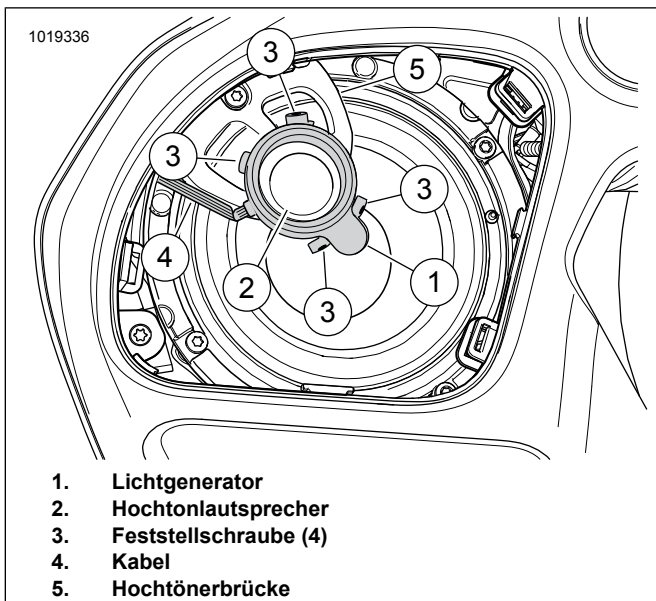

Abbildung 6. FLTR-Lautsprecher der linken Verkleidung
Siehe Abbildung 6. Den Lichtgenerator (1) wie dargestellt auf die Hochtönerbrücke (2) setzen. Lichtgenerator leicht andrücken.